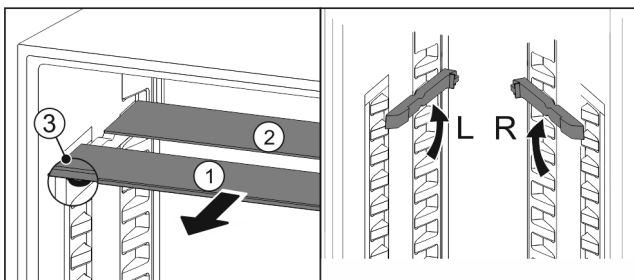

Fig. 70
- ▶ Steklene plošče posamično izvlecite Fig. 70 (1) naprej.
- ▷ Steklena plošča Fig. 70 (1) z okrasno letvijo je spredaj.
- ▷ Zaustavljalniki Fig. 70 (3) so obrnjeni navzdol.